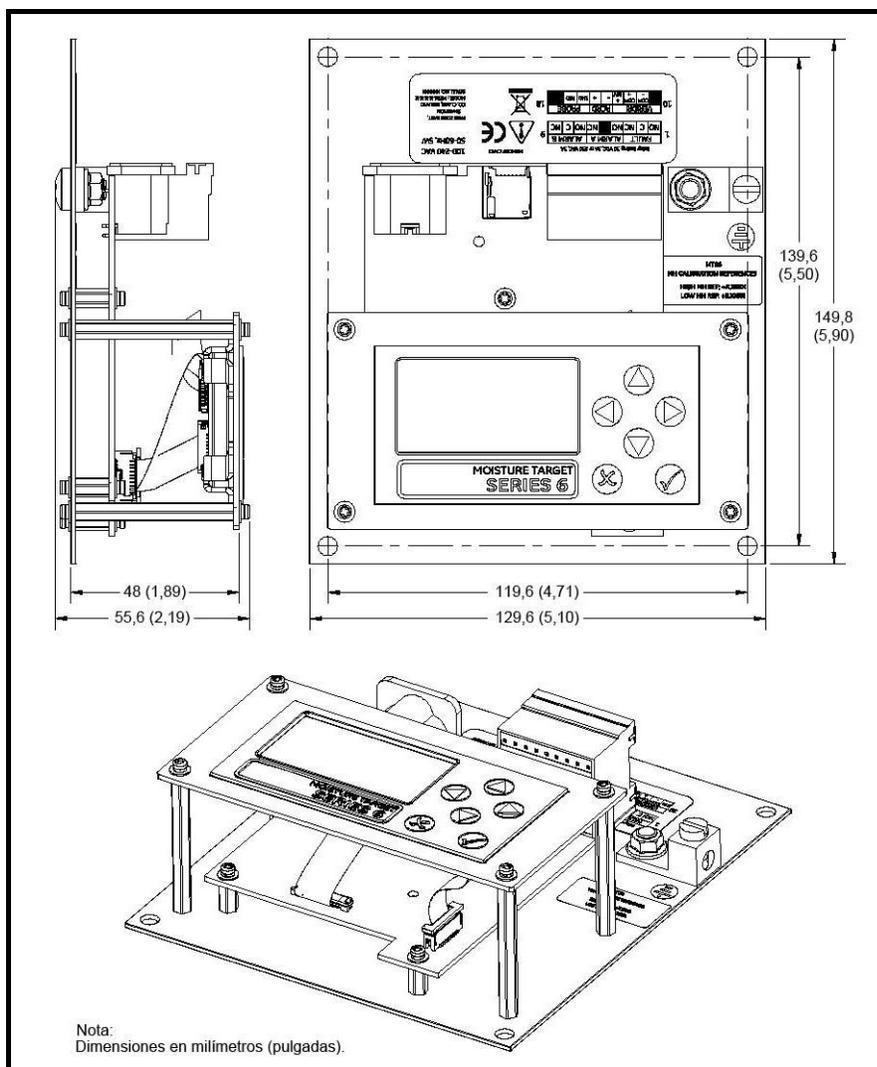

Figura 66: Croquis del paquete sin caja (plano n° 712-1687)
1. Monte el paquete en un panel cerrado en el que no haya expuesto ningún cable activo peligroso. Consulte las dimensiones en la Figura 66.